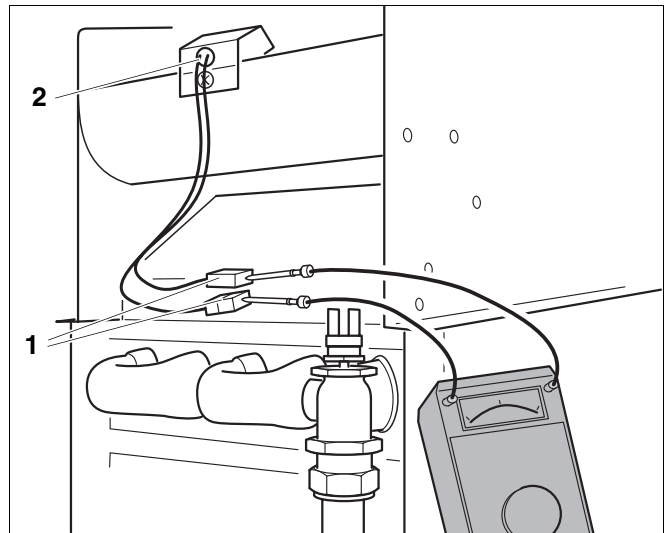

Fig. 6 Vérifier la sonde des gaz de fumées
- Débrancher le raccordement à fiche (fig. 6, pos. 1) du câble menant à la sonde des gaz de fumées. Veillez à ce que le câble ne touche pas la masse.
- Laisser refroidir la sonde des gaz de fumées (fig. 6, pos. 2) (température d'activation 70° C).